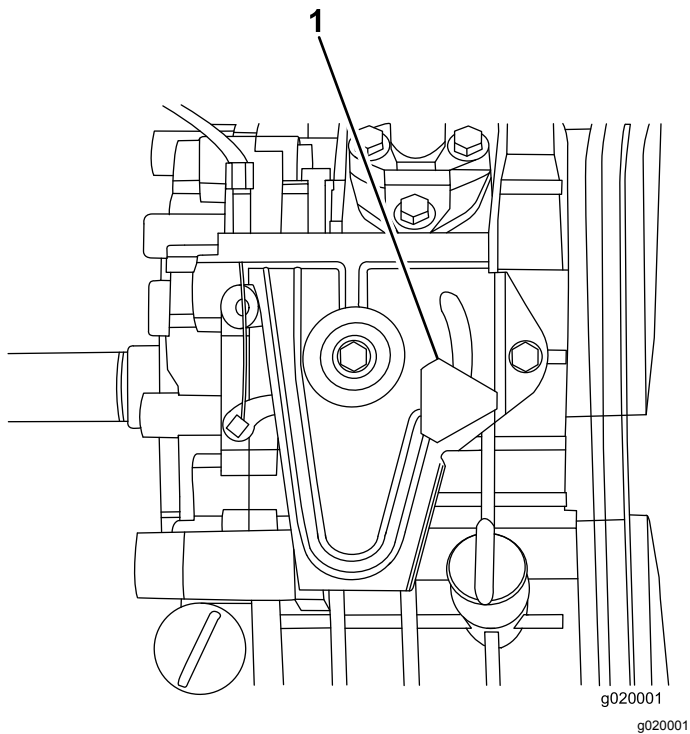

Figura 26
3. Asegúrese de que el mando de control de velocidad del motor situado en el motor está libre girándolo en sentido antihorario (**Figura 26**).